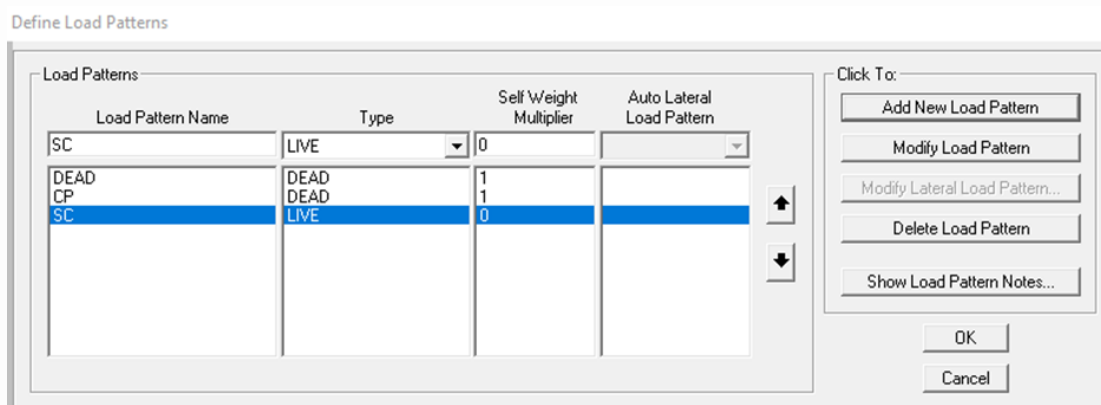

Figura 89 - Carregamentos configurados.
Dentro da janela “Define Load Patterns”, vamos incluir a sobrecarga (SC) da estrutura. De novo, vale ressaltar que o peso próprio da estrutura está inserido no carregamento permanente (“Self Weight Multiplier” igual a 1). Ao final da definição, a janela citada deve estar configurada como apresentado na figura 89 a seguir: